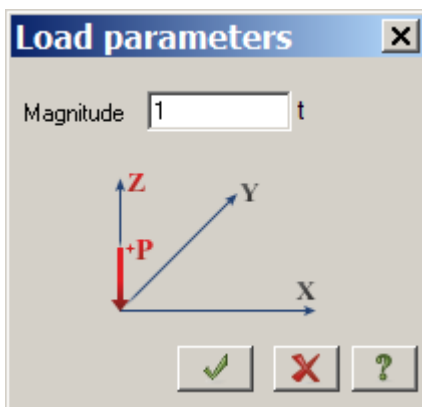

Figure 10.17 Load parameters dialog box
- ⇒ In the **Load parameters** dialog box (see Fig.10.17), specify  $P = 1$  t.